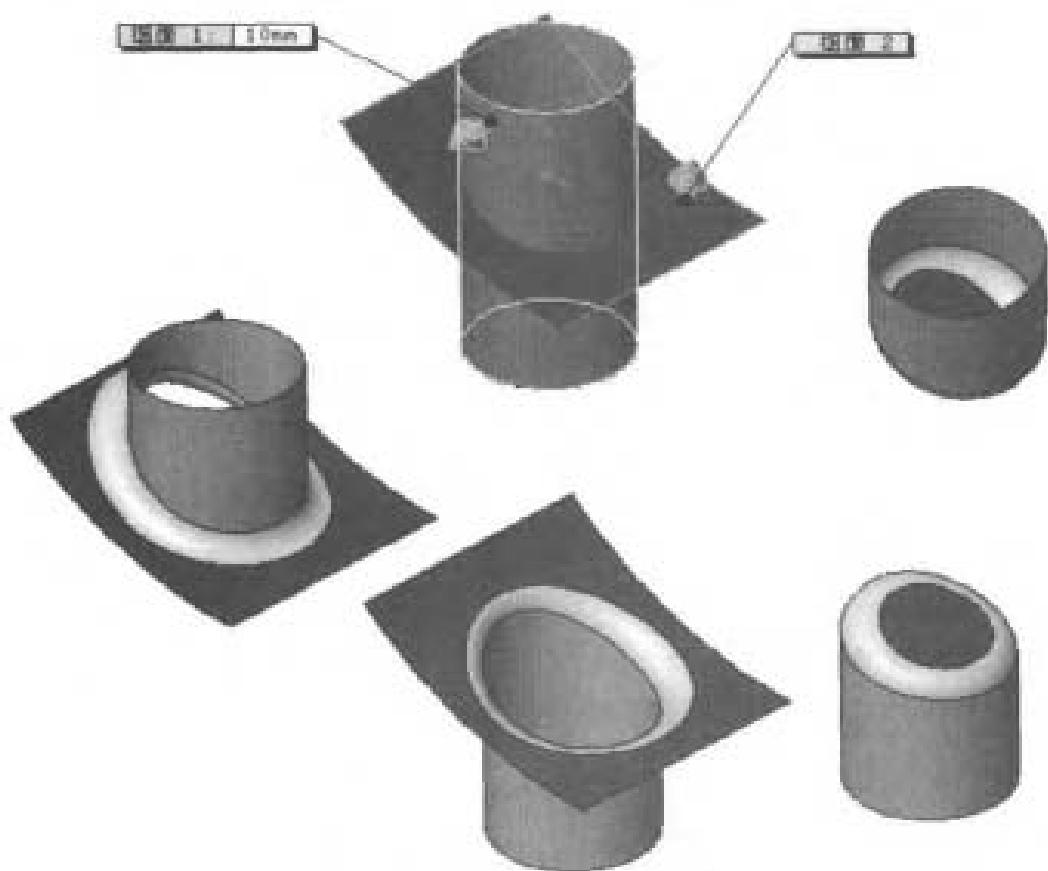

图 4-111 曲面倒圆角的不同结果
- 当利用曲面建立“面圆角”时，预览箭头指向的方向是相对于面圆角所在的方向。这是因为，当使用圆角过渡曲面时，会出现多个解。这时，用户可以在 PropertyManager 中单击【翻转正反面】按钮 ，来改变圆角修剪的方向。如图 4-111 所示，对一个圆柱面和一个曲面进行倒圆角时，将会出现 4 种不同的结果，这是由于圆角在曲面的不同位置决定的。